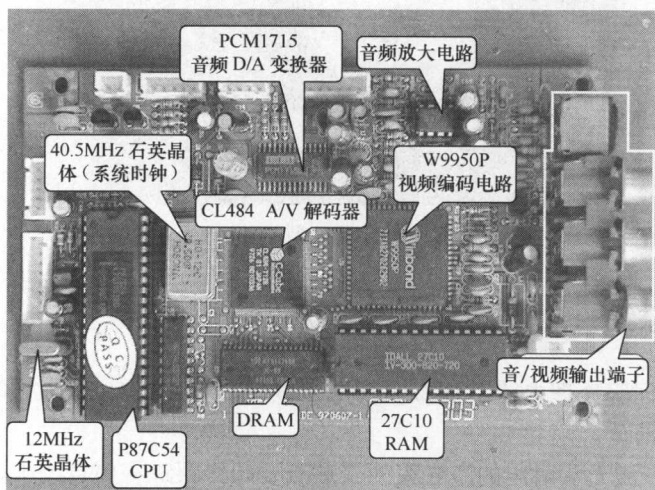

图 1-10 爱多 IV-820BK 型 VCD 机的 A/V 解码电路板
图 1-10 所示为爱多 IV-820BK 型 VCD 机的 A/V 解码电路板。CL484 A/V 解码器是 A/V 解码电路板的主要电路, 它由 CD-ROM 解码电路、数据分离电路、视频解压缩处理电路、音频解压缩处理电路、视频接口、存储器接口和微处理器 (CPU) 接口等部分构成。来自 DSP 电路的数据信号在解压缩处理电路中首先进行数据分离和解码处理, 主要是进行音频、视频的解压缩处理, 还原成压缩前的视频数字信号, 然后经视频接口电路输出。视频数字信号再经视频编码器编制成 PAL 制或 NTSC 制的视频信号, 然后经 D/A 变换器变换成模拟视频信号, 也可以变成亮度 (Y) 和色度 (C) 信号输出。